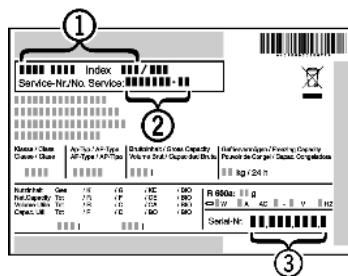

Fig. 3
- Z typového štítku odčítejte označenie zariadenia Fig. 3 (1), servisné č. Fig. 3 (2) a sériové č. Fig. 3 (3). Typový štítok je na ľavej vnútornej strane zariadenia.
- Upovedomte zákaznícky servis a oznámite chybu, označenie zariadenia Fig. 3 (1), servisné č. Fig. 3 (2) a sériové č. Fig. 3 (3).